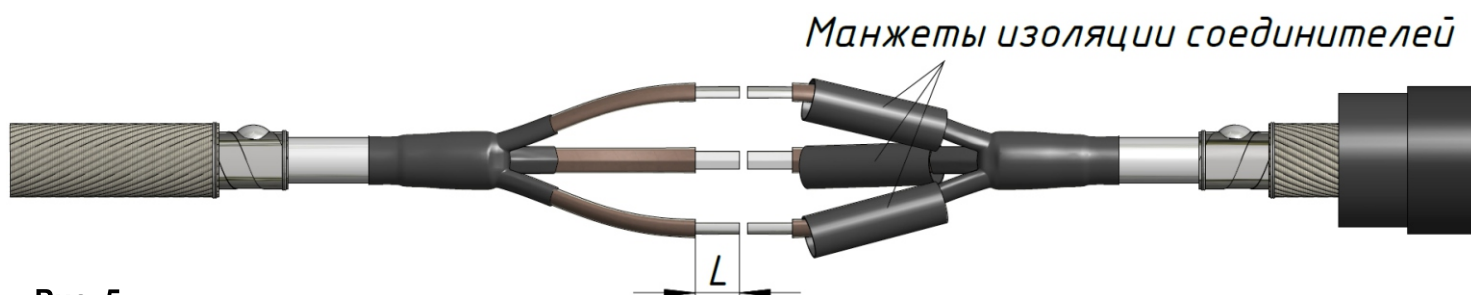

Рис. 5
5.6. Обрезать жилы кабелей по опорной линии. Снять изоляцию с жил на длине L, равной глубине внутренней цилиндрической части соединителя до перегородки (рисунок 5). Надеть манжеты изоляции соединителей на жилы одного из кабелей. Зачистить и обезжирить токоведущую часть жилы.